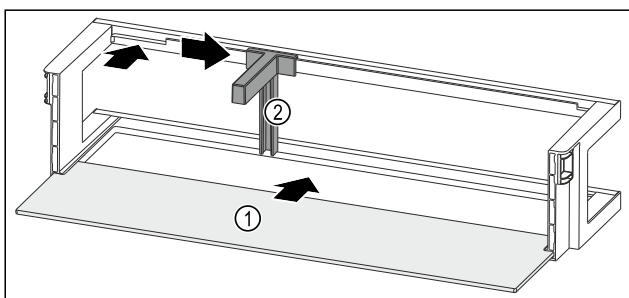

Fig. 206 Dveřní přihrádka s odkládací plochou
- ▶ Odkládací plochu Fig. 206 (1) zasuňte do bočních vybrání.
- ▶ Držák lahví Fig. 206 (2) vložte do vybrání.
- ▶ Držák lahví Fig. 206 (2) posuňte na stranu do požadované polohy.